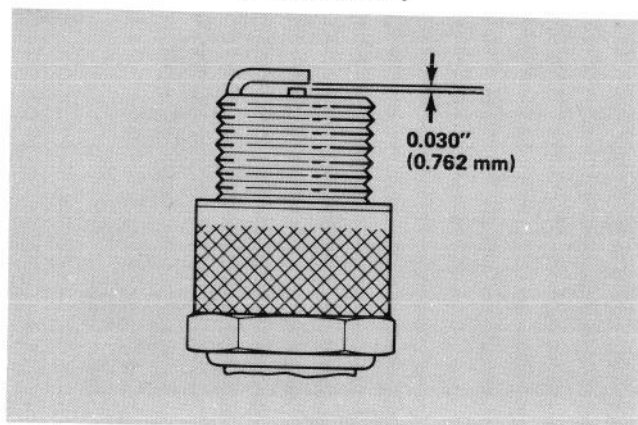

Fig. 39
3. Sæt elektrodeafstanden på det nye tændrør til 0,76 mm (Fig. 39). Skru tændrøret i topstykket i og, hvis De benytter en momentnøgle, spænd det til 20,4 Nm. Benytter De en topnøgle, spænd det stramt.